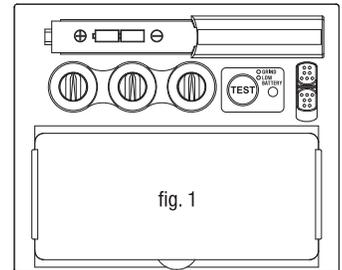
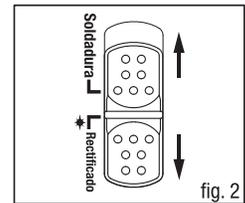

fig. 1
fig. 2
Instale las baterías en el casco, respetando las marcas positivas y negativas de los terminales, indicadas en el compartimento de la batería (véase la fig.1).
Mantenga pulsado el botón "TEST" para previsualizar la selección del oscurecimiento antes de soldar (véase la fig.1). Al soltar el botón, el visor regresará automáticamente al estado claro (Matiz 3.5). Pulse "TEST" si la ventana de visualización no se oscurece, cambie las pilas y vuelva a intentarlo.
Este cartucho ADF se alimenta con celdas solares y 2 pilas alcalinas AAA. Cuando el indicador situado en la lente empieza a ponerse de color rojo (véase la fig. 1), es una advertencia para que se sustituya la pila.
**Modo de soldadura** - Utilizado para la mayoría de las aplicaciones de soldadura. En este modo, la función de oscurecimiento se activa cuando detecta ópticamente un arco de soldadura. Seleccione el nivel de OSCURECIMIENTO, el tiempo de retraso y la sensibilidad según sea necesario (Véase la fig.2).
**Modo rectificado** - Se utiliza para aplicaciones de rectificado de metales. En este modo, la función de oscurecimiento se apaga. El oscurecimiento se fija en el matiz DIN 3.5 que permite una visión clara para rectificar una soldadura con el casco que proporciona protección para la cara (Véase la fig.2). En esta situación, el indicador se pondría verde y parpadearía cada 3 segundos (Véase la fig.1).